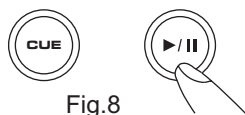

Fig.8
(1) Presionando repetidamente el botón CUE
A. Presione el botón PLAY/PAUSE, estamos en modo reproducción y el LED se encenderá (fig. 8).